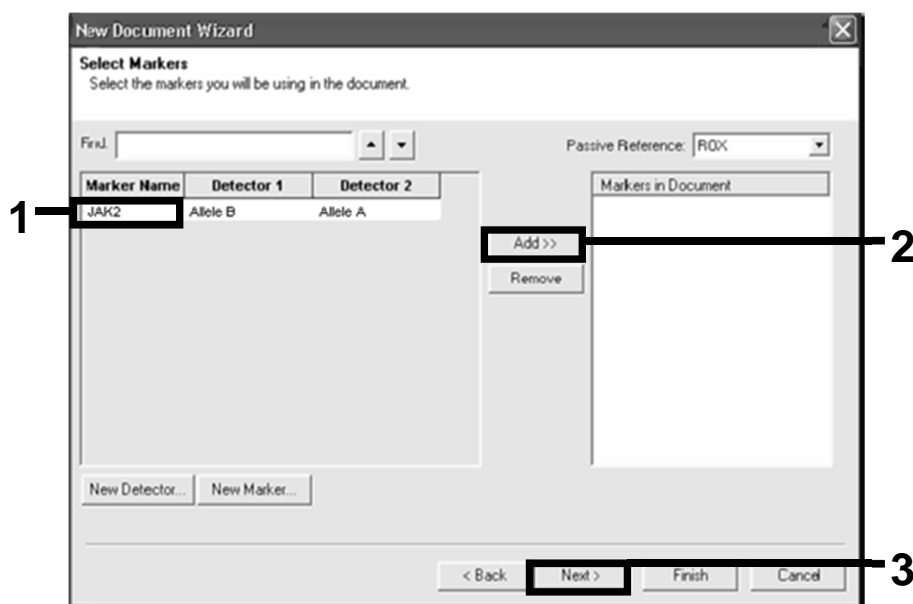

Figura 17. Selezione di marker.
20. Nella finestra di dialogo "Select Markers" (Selezione marker) selezionare il marker "JAK2" creato al passaggio precedente o un altro marker idoneo, quindi fare clic su "Add>>" (Aggiungi) (Figura 17).